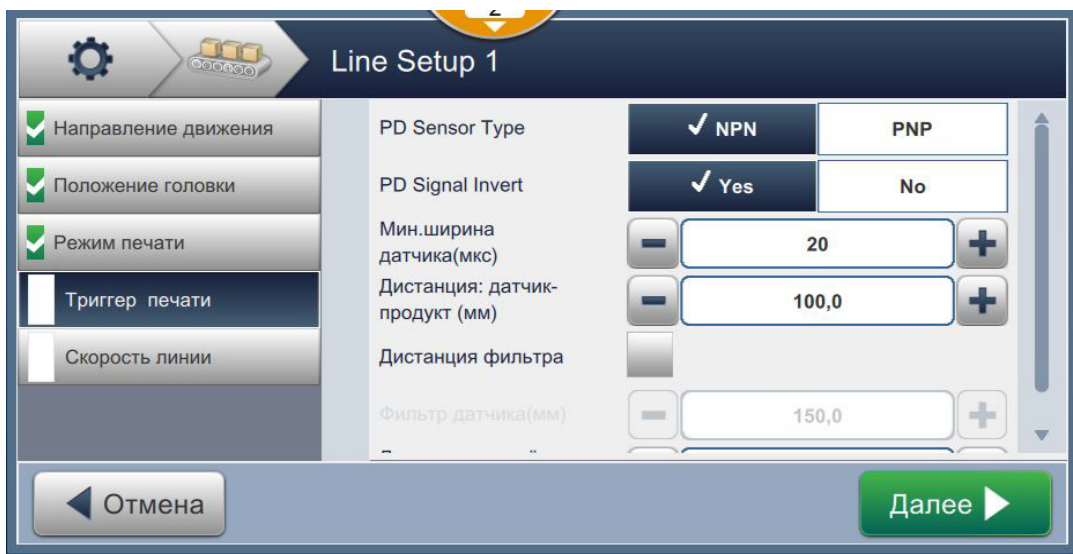

Рис. 6-33: Наладка линии – датчик продукта
- Нажмите параметр *Датчик продукта* на экране параметров наладки линии, как показано на Рис. 6-33.